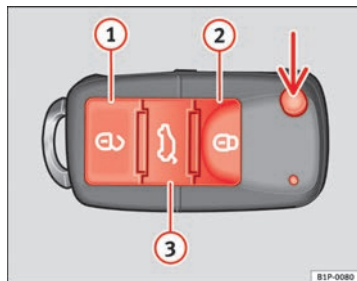

Fig. 46 Affectation des touches de la clé à radiocommande
La touche  $\Rightarrow$  fig. 46 (flèche) de la radiocommande permet de débloquent le panneton de la clé.
Déverrouillage du véhicule  $\Rightarrow$  fig. 46 ①.
Verrouillage du véhicule  $\Rightarrow$  fig. 46 ②.
Déverrouillage du hayon. Appuyez sur la touche  $\Rightarrow$  fig. 46 ③ jusqu'à ce que tous les clignotants du véhicule s'allument brièvement. Après avoir appuyé sur le bouton de déverrouillage  $\Rightarrow$  ③, vous disposez de 2 minutes pour ouvrir le hayon. Une fois ce temps écoulé, il se verrouillera de nouveau.
- Appuyez sur la touche  ② → fig. 46 de la radiocommande.
- Appuyez sur la touche  ① → fig. 46 de la radiocommande.